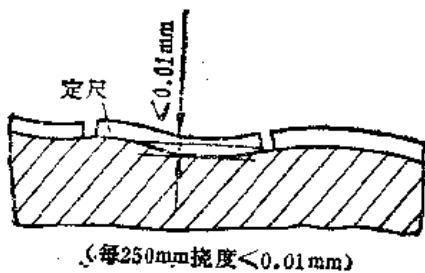

图22-3-3 定尺安装面挠度
6) 定尺安装面挠度(见图22-3-3), 每250mm 不大于或等于 0.01mm。